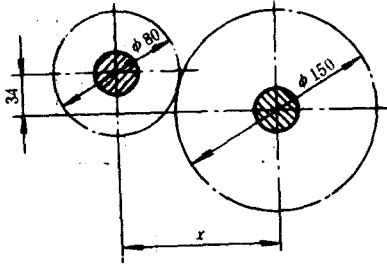

图 1-13 齿轮传动
12. 如图 1-13 所示齿轮传动示意图,试求两轮垂直方向距离 x 。